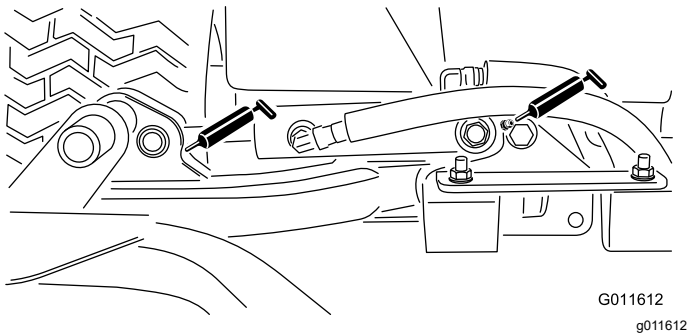

Figura 65
- Cilindros del brazo de elevación de la unidad de corte (2 en cada): Figura 65
- Pivotes del brazo de elevación (1 en cada): Figura 65